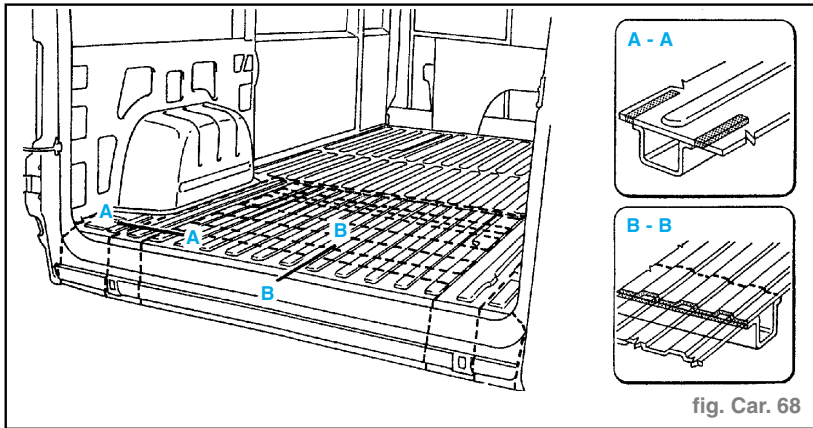

fig. Car. 68
- Effectuer la découpe du plancher et de la traverse arrière à l'aide d'une scie pneumatique en suivant les tracés en pointillés indiqués dans la figure. (fig. Car. 68)